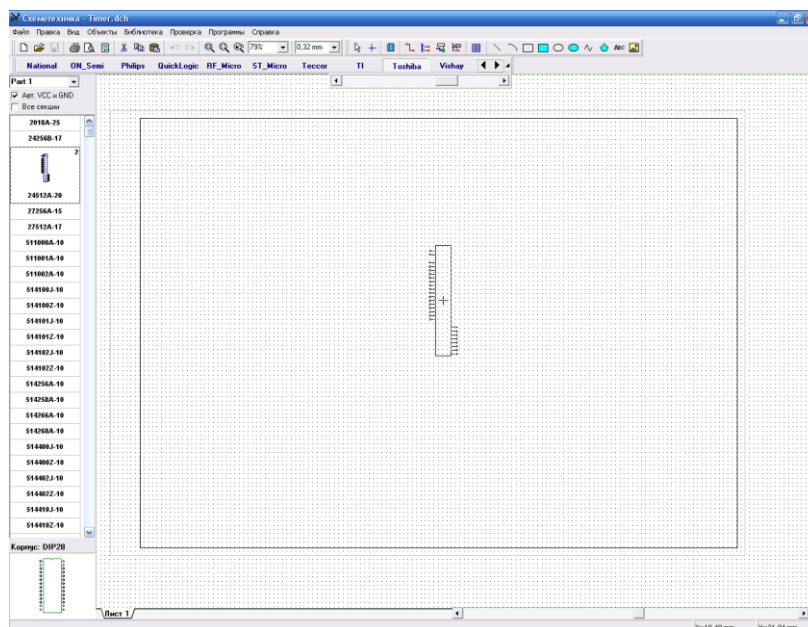

Рисунок 3.3 – Робоче вікно нового проекту
2. Після запуску програми, відкривається вікно з новим проектом, в якому можна розпочинати створення необхідної схеми (рис. 3.3).